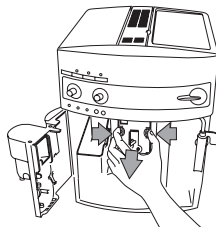

Figure 25
- Appuyez sur les deux boutons rouges de libération du système de préparation du café (Figure 25) et retirez-le.